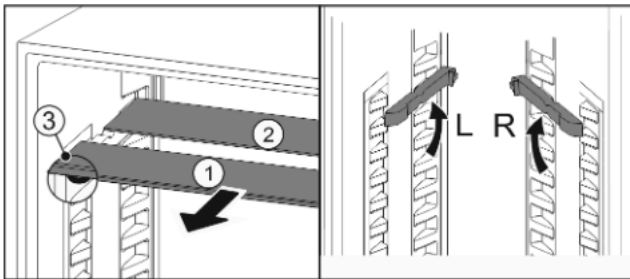

Fig. 31
- estrarre i ripiani di vetro singolarmente tirando in avanti Fig. 31 (1).
- ▷ Il piano in vetro Fig. 31 (1) con il motivo ornamentale è nella parte anteriore.
- ▷ I fermi Fig. 31 (3) sono rivolti verso il basso.